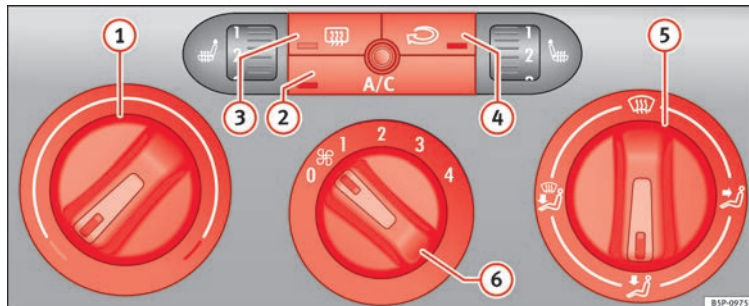

Bild 115 På instrumentpanelen: Klimatkontroller.
- Använd reglagen » bild 115 1 samtidigt 5 och reglaget 6 för att ställa in temperaturen, luftfördelningen och fläktens hastighet.
- Slå på luftkonditioneringen med knappen » bild 115 A/C.